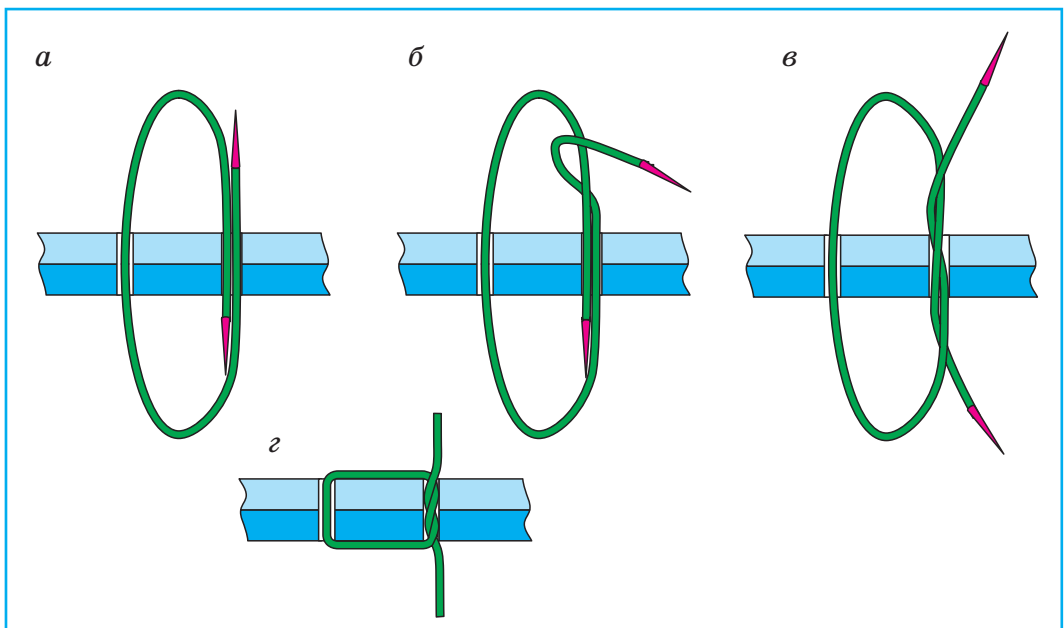

Рис. 102. Выполнение ручного шва взавойку
1. Начать шов так же, как и простой ручной двухниточный, но после протаскивания игл в обе стороны не утягивать (рис. 102, а).
2. Одну иглу провести сквозь петлю, которая образовалась нитью второй иглы (рис. 102, б, в).
3. Утянуть стежок (рис. 102, г).